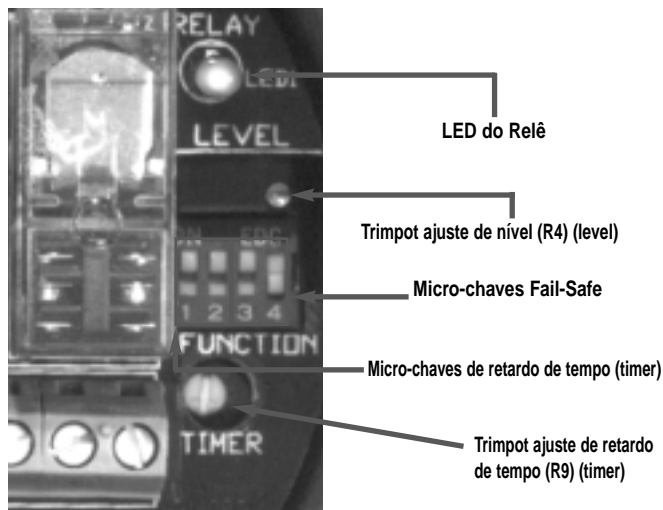

Figura 7
8. Selecione o modo de operação (veja a seção abaixo "Seleção do Modo de Operação" para mais informações). Certifique-se de que as micro-chaves Fail-Safe estejam na posição correta para a sua seleção. Veja abaixo a Tabela de Fiação de Relê e a Figura 7 na seção de Calibração.
2. Existem micro-chaves "fail-safe" na unidade Kotron que podem ser colocados tanto na posição High (alto) quanto na posição Low (baixo). Veja a figura 7.
6. a. Quando a bobina do relê é desenergizada (fail-safe), os contatos entre os terminais comum (COM) e normalmente aberto (NO) é aberto e fechado os contatos entre os terminais comum (COM) e normalmente fechado (NC). O LED está apagado.